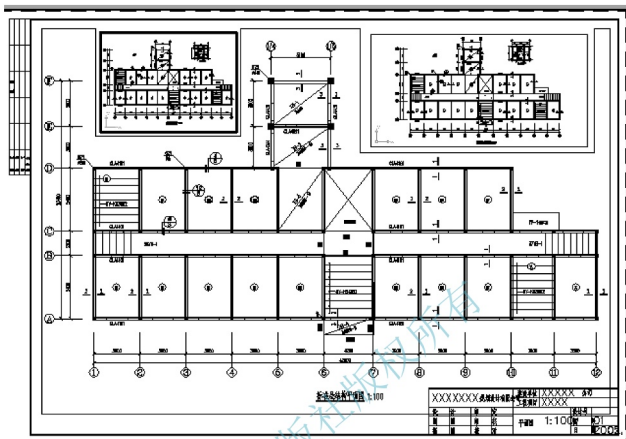

图 5.95 新建两个视口
④ 单击【视口】工具栏上的【单个视口】图标建立如图 5.95 所示的两个视口。注意观察图 5.95, 左上角的视口线为粗线, 另外两个视口线为细线, 其中粗视口线的视口为当前视口。只需在某个视口内单击, 就可以将该视口设定为当前视口。